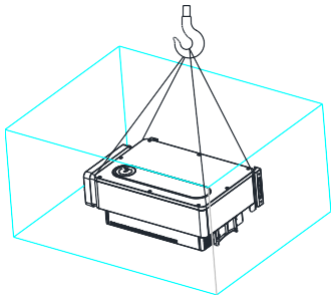

Fig 5.7
- 1> Como se muestra en la Fig. 5.7, utilice una cuerda para atar en el anillo y el mango, levante el inversor del paquete y muévelo a la posición de instalación.